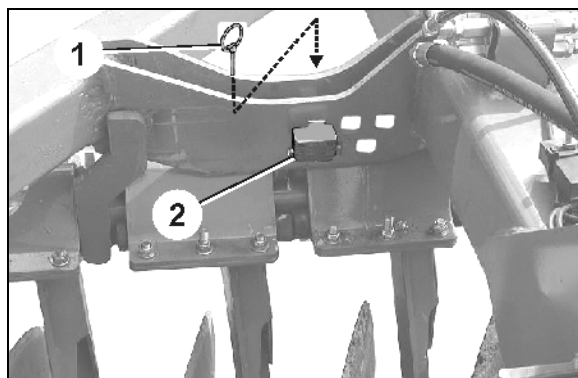

Рис. 18
1. Ослабьте пружинный фиксатор (Рис. 18/1)
2. Поставьте эксцентриковый палец (Рис. 18/2) в нужное гнездо.